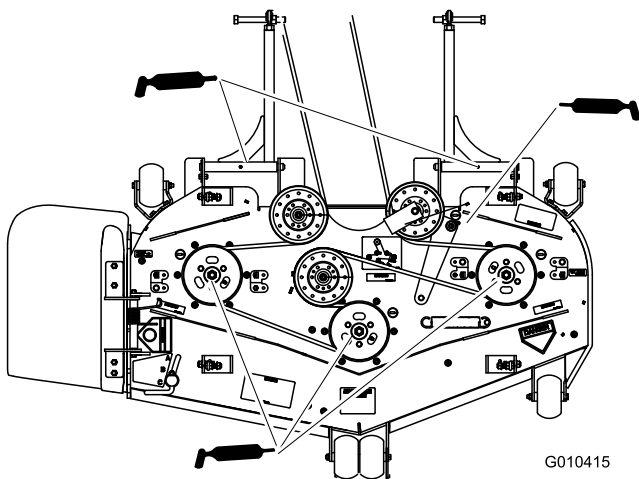

Bild 40
6. Schmieren Sie die drei Spindellager ein, bis das Schmiermittel aus den unteren Dichtungen austritt (Bild 40).
7. Schmieren Sie den Spannarm des Mähwerks (Bild 40).
8. Fetten Sie die Nippel an den Schubarmen ein (Bild 40).